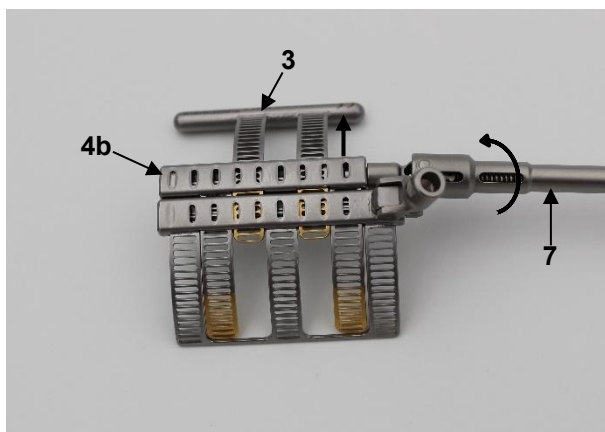

fig. 2a
För att göra detta vrider du transportmekanismen på primärelementets boxmodul (4b) medurs med hjälp av en lämplig skruvmejsel (7) (fig. 2a) tills de två första guldfärgade slitsade hålen sticker ut från primärelementets (4b) boxmodul, som visas i figur 2b.